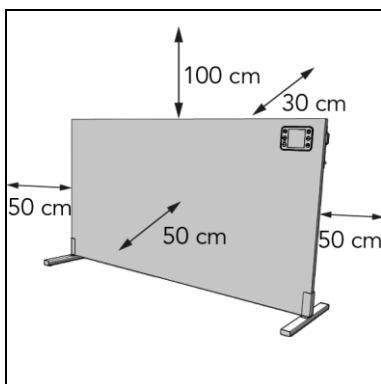

Figure 10
7. Placez l'appareil en respectant un dégagement minimal (figure 10) de :